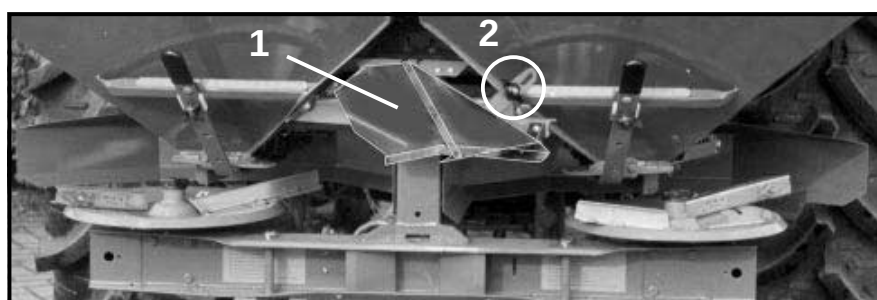
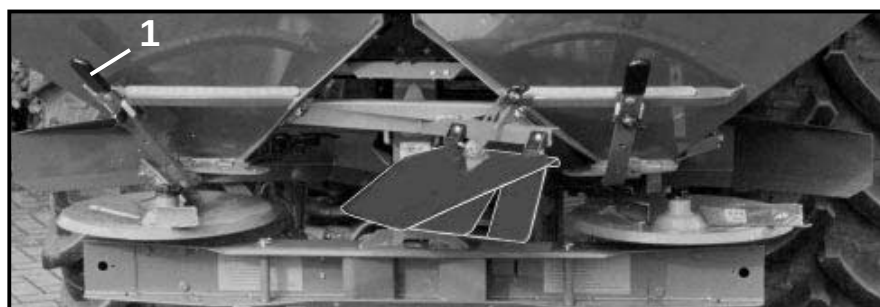

Fig. 7.20
Fig. 7.21
- Po poluzowaniu śruby zaciskowej (7.20/2) przestawić ekran graniczny (jednostronny) (7.20/1) z pozycji biernej (rys.7.20) do roboczej (rys. 7.21). Ekran graniczny poddany jest (obustronnie) zdalnemu sterowaniu .